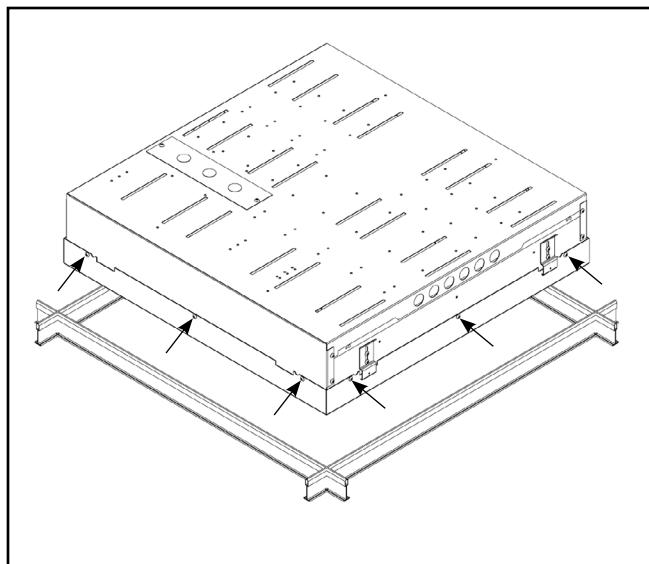

Figura 5.
1. Para reparar el luminario, retírelo de la grilla en T para acceder a las placas de LED. Retire la cubierta de la puerta del luminario, 12 tornillos (3 por lado). (Figura 5).